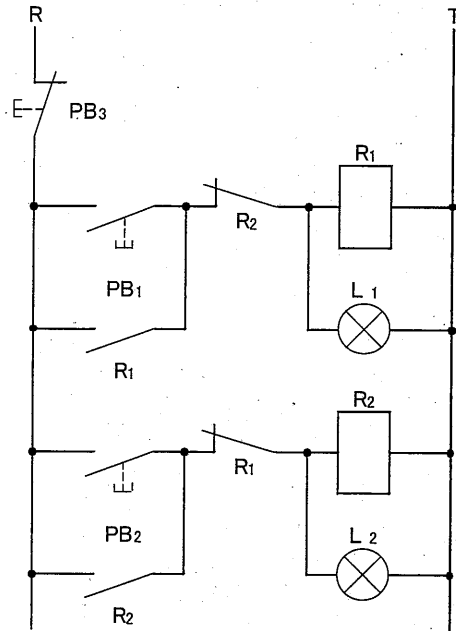
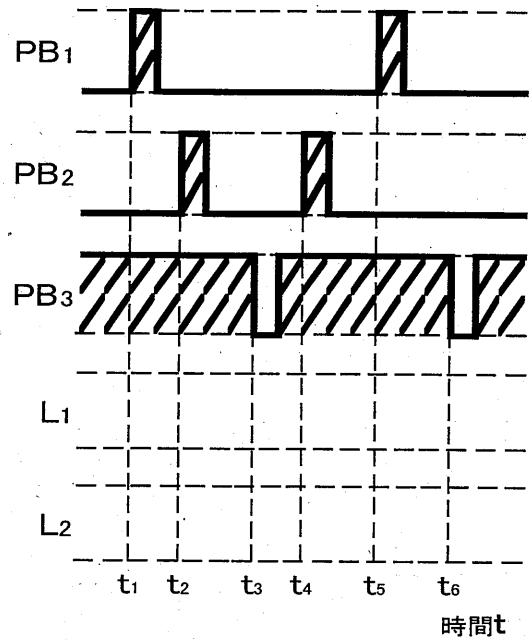

図6
図7
(1) 図6の回路名を書き、動作順序を説明せよ。
(2) 図7は図6のタイムチャートである。L₁、L₂のタイムチャートを描け。